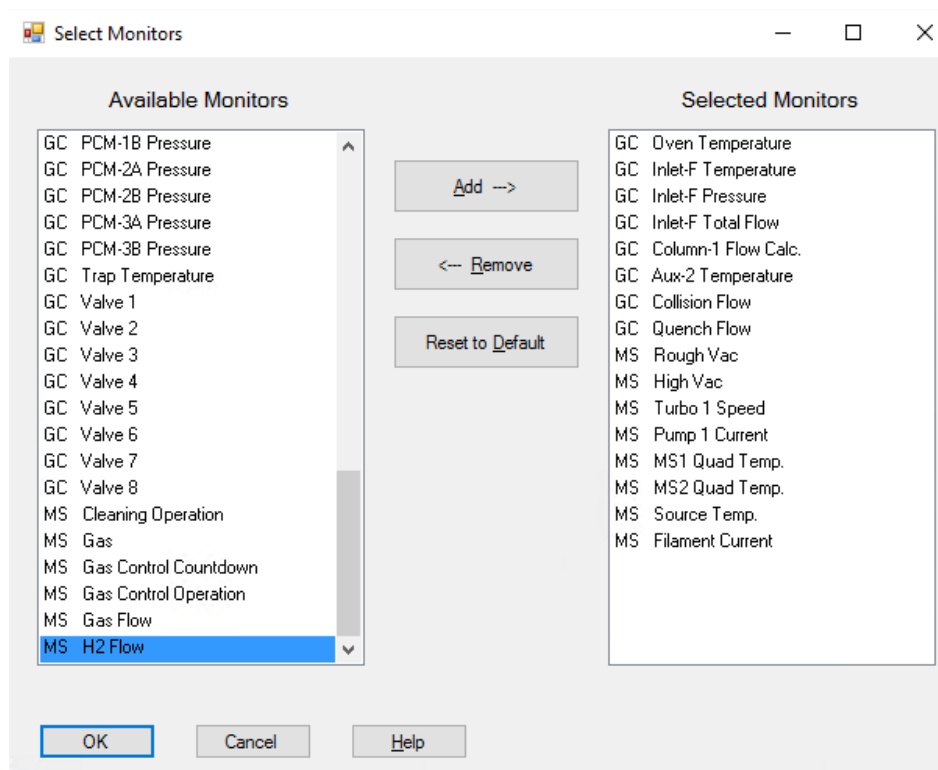

Figura 23 Cuadro de diálogo Select monitors
- 1 Seleccione **Method > Edit Monitors** para visualizar el cuadro de diálogo **Select Monitors**. (Consulte la Figura 23.)